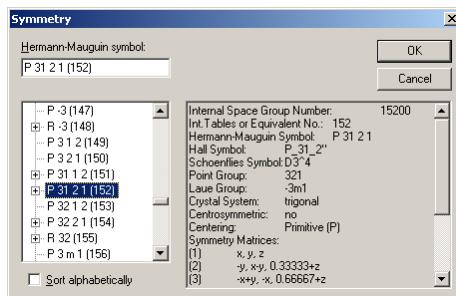

图9：借助当前选中空间群右侧的补充说明可以选择恰当的空间群。
然后点击“space group（空间群）”输入位置右侧的“Browse（浏览）”按钮。在打开的对话框中，请选择空间群“P 31 2 1 (152)”（图 9）并点击“OK（确定）”。该空间群名称将被自动复制到新建结构助手（New structure assistant）的相应位置。